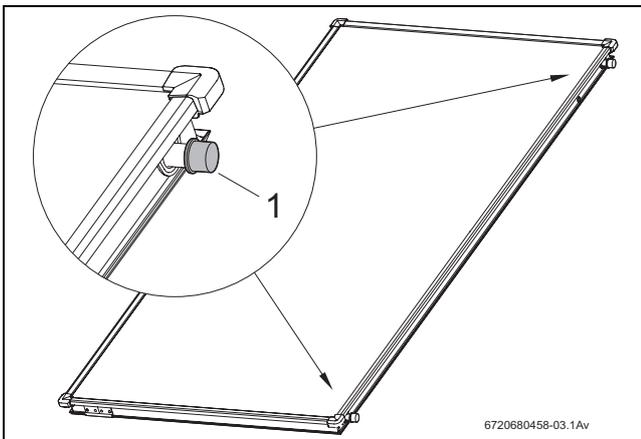

Fig. 4 Cappucci in plastica per gli attacchi dei collettori
- ▶ Rimuovere i cappucci in plastica (fig. 4, [1]) solo poco prima del montaggio.